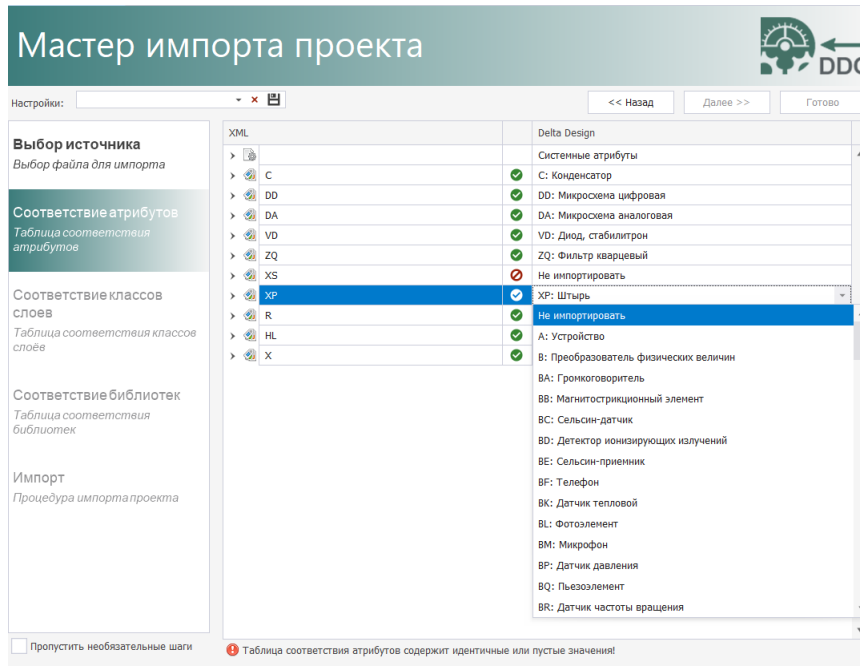

Рис. 57 Установка соответствия атрибутов
6. Установите/проверьте соответствие атрибутов для компонентов, Рис. 57. Установка соответствия производится с помощью выпадающего списка для каждого из возможных типов атрибутивных данных. Некоторые данные можно не импортировать, установив для них значение «Не импортировать».